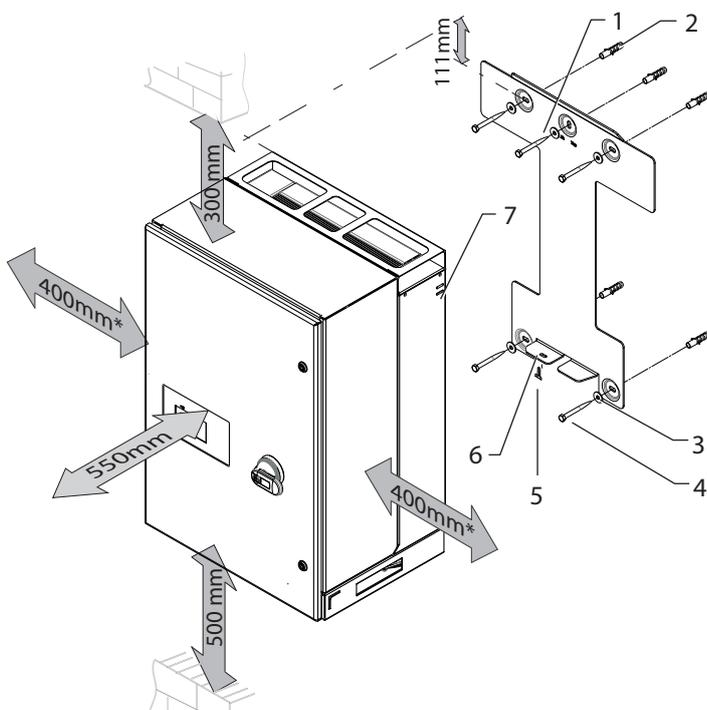

Bild 11: Mindestabstände/Befestigung
- Mindestabstände bei der Montage: siehe Bild 11 auf Seite 15.